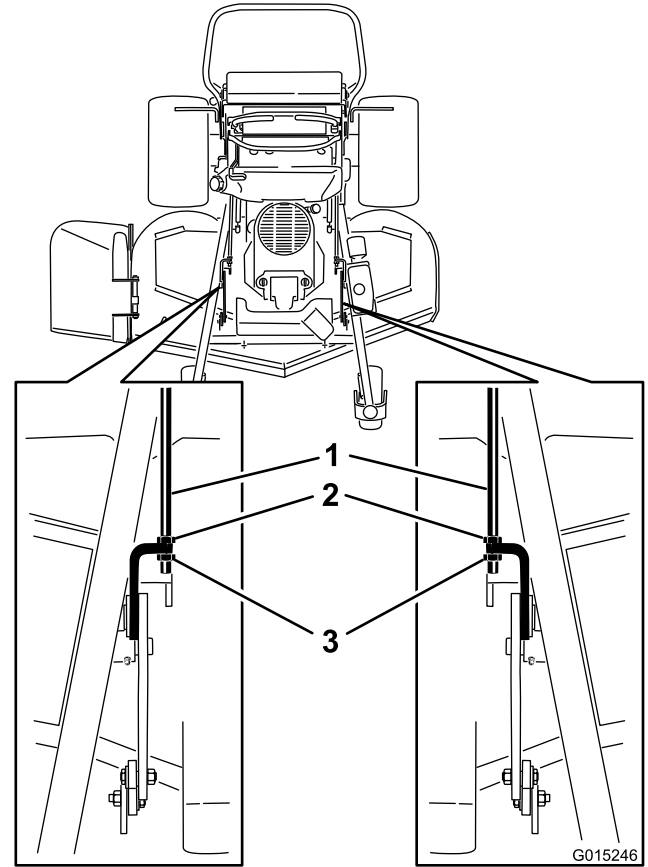

Figure 90
2. Pour les tabliers de coupe de 122 et 132 cm (48 et 52 pouces), desserrez les deux écrous avant et arrière sur les tiges de réglage (Figure 90).
4. Le tablier de coupe doit reposer entièrement sur les trois cales de 2x4 (Figure 90). Le bord arrière du tablier est plus bas de 6 mm (1/4") que le bord avant.
8. Si les dimensions ne sont correctes, réglez les écrous avant et arrière de chaque côté pour obtenir l'inclinaison longitudinale correcte (Figure 90).